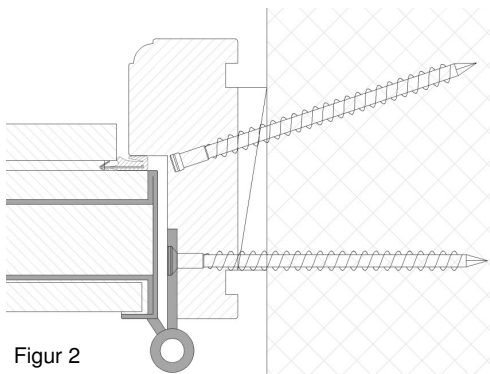

Figur 1
3. Karmen kiles nu på plads hele vejen rundt, hængselsiden sættes i lod på begge kanter. (se figur 1)